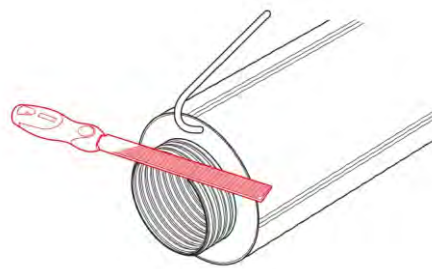

Рис. 3.6.10
10. Обработать напильником торец напорной трубы (рис. 3.6.10).